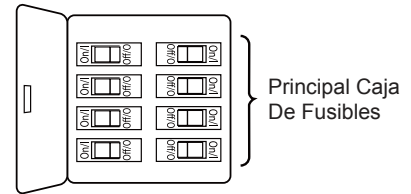

Figura 1
1. Extraiga la pieza de la bola colgante de la unidad de la bola colgante/varilla aflojando el tornillo de presión de la bola colgante hasta que la bola se libere de la varilla. Retire el pasador del barral y luego extraiga la semiesfera. Conserve el pasador y la semiesfera para su reinstalación en el Paso 6. (Figura 1)
Para evitar una posible descarga eléctrica, asegúrese de cortar la alimentación eléctrica de la caja de fusibles principal antes de colgar el ventilador. (Figura 1)